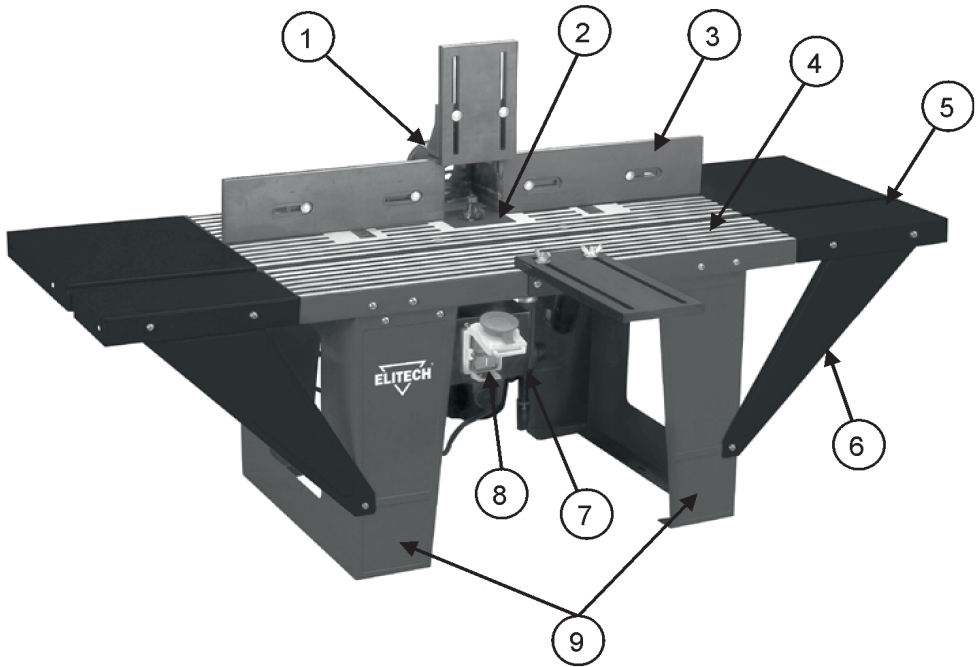
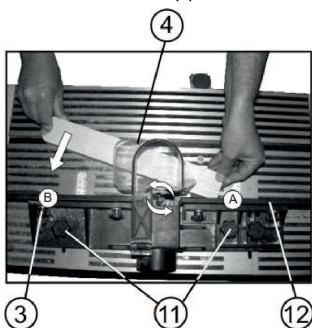

Рис. 1
Рис. 7
Несквозное фрезерование (Рис. 7, 8, 9)
Остановите глубину фрезерования, положение надежно зафиксируйте крепежными винтами (11), Рис.7. Нажмите зеленую кнопку выключателя (8), Рис.1 фрезерного стола.